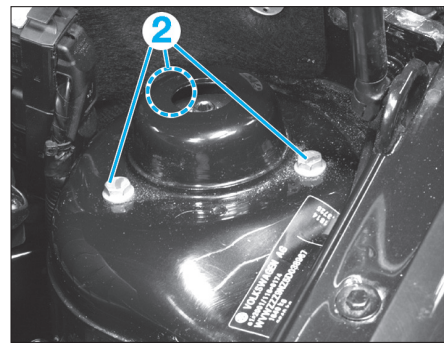

Fig. 5
- Déposer les 3 vis de fixations supérieure (2) de l'amortisseur (Fig.5).